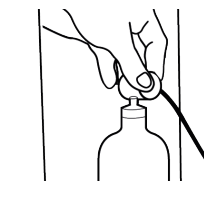

Fig. 3-14
26.19 – Accoppiare il filetto femmina del riduttore con il filetto maschio della valvola della bombola, vedi Fig. 3-14.